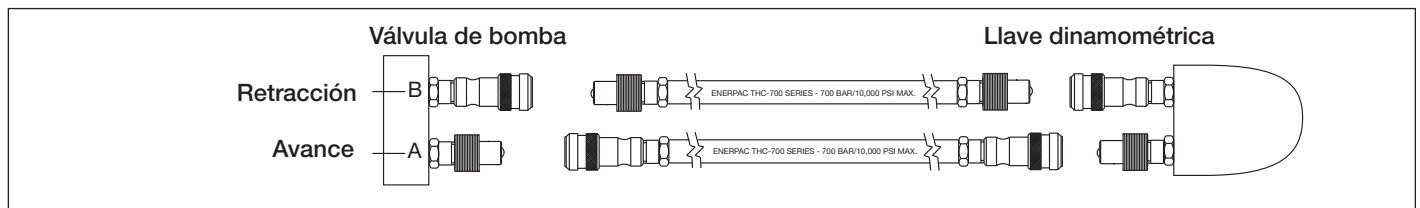

Figura 5
Conectar las mangueras como muestra la Figura 5.
1. Tipo de bomba para torque Enerpac Sx, Wx, RSL, HMT y DSX llaves y otras marcas. Utilizar mangueras que tengan la marca "Enerpac THQ-700 series-700 bar/10,000 psi max.". Los acopladores deben estar polarizados de acuerdo con la figura 5 para un funcionamiento correcto de la llave. Asegurarse que los acopladores estén bien enchufados y apretados antes de usar la llave. Los acopladores parcialmente conectados impedirán que la llave funcione correctamente.